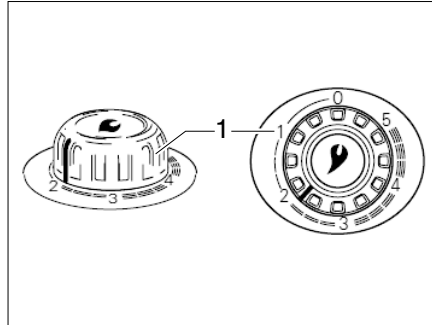

Bild 100 Drehregler an der Warmluft-Heizung
- Drehregler an der Heizung (Bild 100,1) auf gewünschten Wert einstellen und bis zum Anschlag niederdrücken.
- Drehregler an der Heizung (Bild 100,1) auf "0" stellen. Der Zündautomat wird damit gleichzeitig abgeschaltet.
- ▷ Weitere Informationen der separaten Bedienungsanleitung "Truma S 3004 (P) / S 5004" entnehmen.